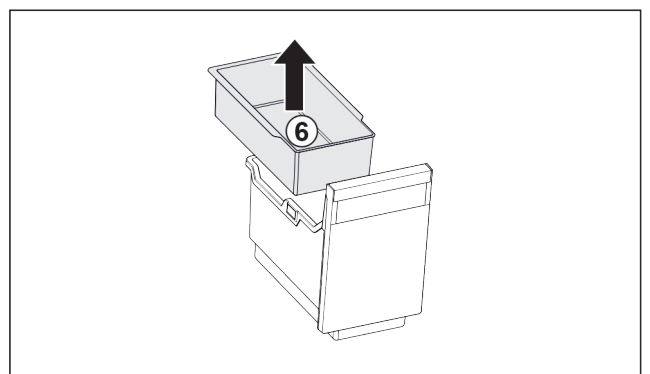

Fig. 90
- ▶ Odoberte závesnú misku Fig. 90 (6).